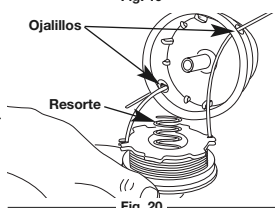

Fig. 20
13. Inserte los extremos de la línea a través de los ojallillos de la bobina exterior y coloque el carrete interior con el resorte dentro de la bobina exterior (Fig. 20). Empuje el carrete interior y la bobina exterior entre sí. Mientras sostiene el carrete interior y la bobina exterior, tome los extremos y tire con firmeza para soltar la línea de las ranuras de fijación de la bobina.
5. Inserte los extremos de la línea en los ojallillos de la bobina exterior (Fig. 20).